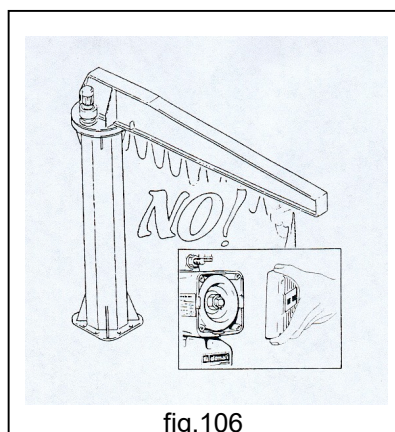

fig.106
- **NUNCA** modifique, cambie los ajustes de los dispositivos de seguridad (final de carrera, limitador de carga dispositivo de embrague, etc.) y/o provoque adulteraciones a la grúa o a sus componentes (fig.106).